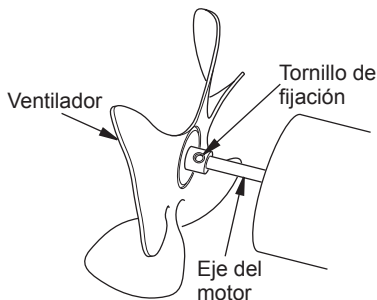

Figura 9 - Identificación del ventilador, eje del motor y tornillo de fijación
11. Use una llave hexagonal de 1/8" para aflojar el tornillo de fijación que sujeta el ventilador al eje del motor (consulte la figura 9, en la página 9).